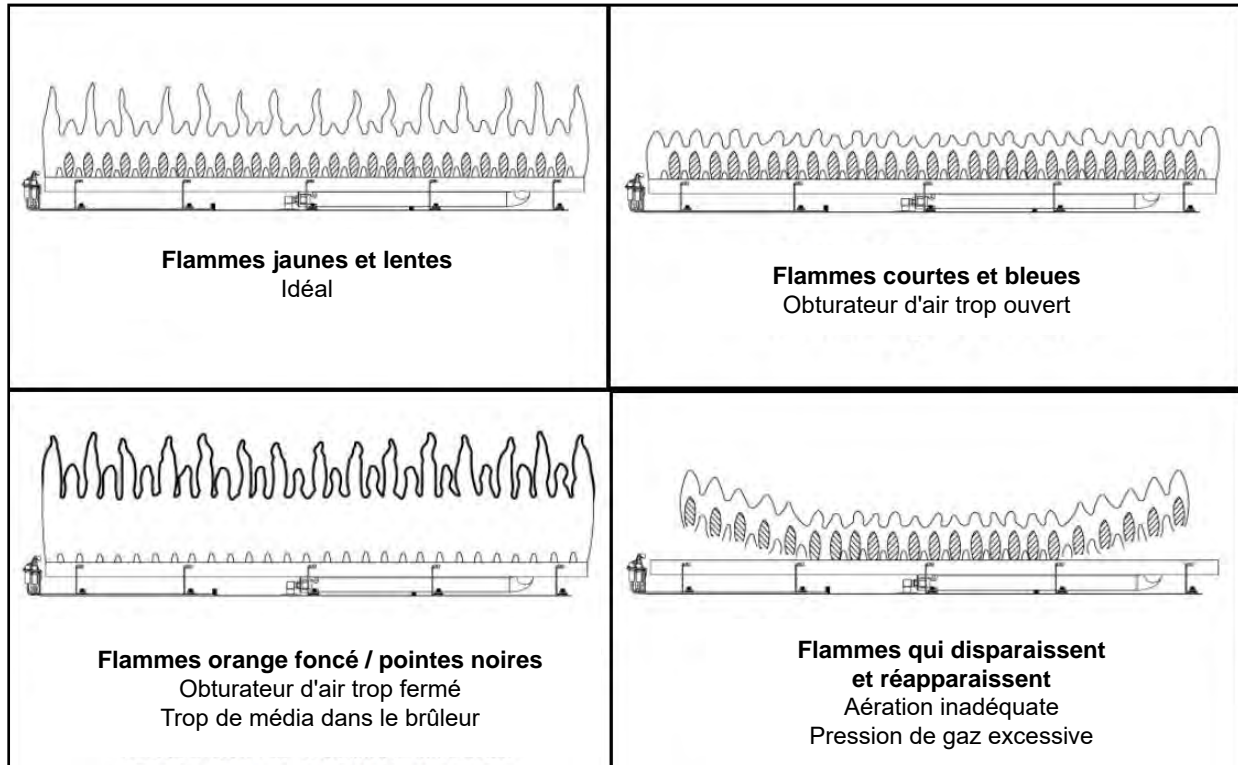
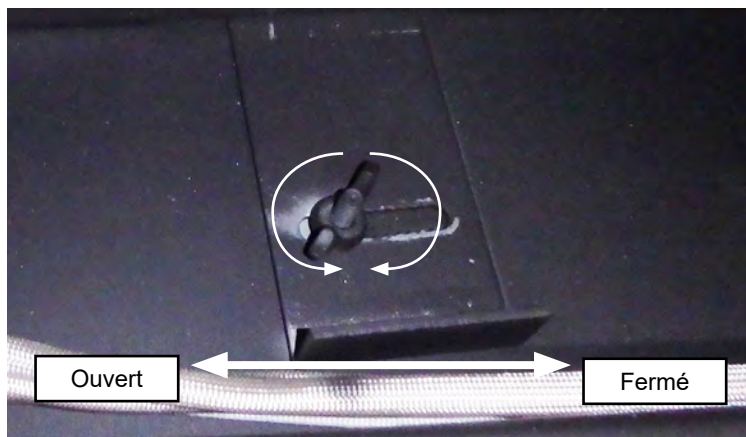

Figure 18.5.01:
Figure 18.5.02:
- Inspecter et assurer que l'allumage du brûleur principal s'effectue en moins de 4 secondes après l'ouverture de la valve à gaz principale. Les flammes devraient ressembler à celles de la **Figure 18.5.01**
Le 41-DVTE41LN-2 inclut un obturateur d'air situé sous le cadre vitré du foyer (voir la **Section 6.5** pour plus d'informations sur la façon d'accéder au ajusteur d'air), servant à ajuster le débit d'air primaire pour obtenir le patron de flammes idéal, tel que montré à la **Figure 18.5.01**. Pour l'ajuster, utilisez un tournevis pour tourner la vis de réglage de l'obturateur d'air, tel que montré à la **Figure 18.5.02**. Pour ouvrir l'obturateur d'air et augmenter le débit d'air au brûleur, faites glisser l'obturateur d'air vers la gauche. Pour fermer l'obturateur d'air et réduire le débit d'air au brûleur, faites glisser l'obturateur d'air vers la droite.